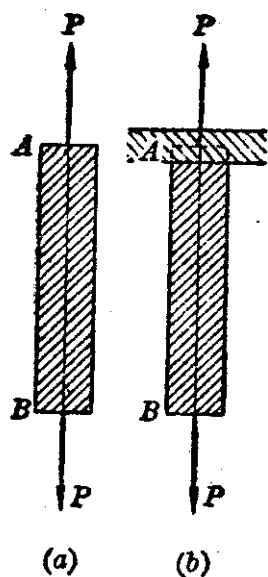

图 6.8 使棒产生拉伸形变的作用力
1. 拉伸形变和压缩形变 如果两个大小相等、方向相反的力 P 沿着棒的纵轴向外作用在棒 AB 的两端(图 6.8 (a)), 那么这时所引起的形变就叫做拉伸形变。也可以把棒的 A 端固定不动,在 B 端施加一个沿着棒的纵轴向外作用的力(图 6.8 (b))来产生拉伸形变。